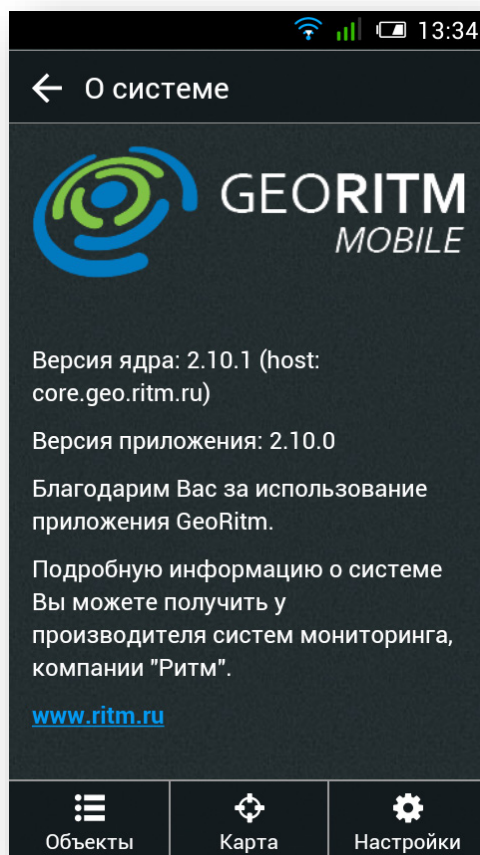

Рисунок 221. Настройки → О системе
- О системе (рис. 221) – отображается общая информация о текущей версии системы и производителе.